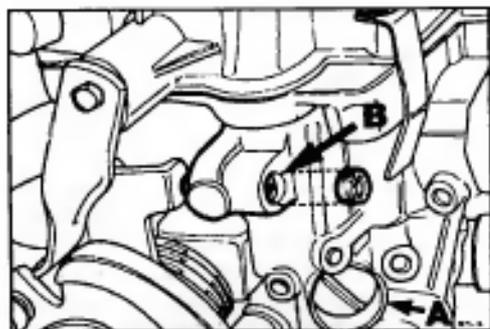

Рис. 2 Винт регулировки холостого хода (А)
б) Если частота вращения холостого хода выходит за допустимые пределы, удалите защитную пломбу и отрегулируйте ее винтом регулировки холостого хода (А, Рис. 2).
б) Удалите со стопорного винта защитный колпачок (В, Рис. 2).
д) Вращайте стопорный винт (В, Рис. 2) пока вакуумный манометр не будет показывать дальнейшего увеличения разряжения.
- б) Выверните стопорный винт дроссельной заслонки так, чтобы дроссельная заслонка полностью закрылась (В, Рис. 2).